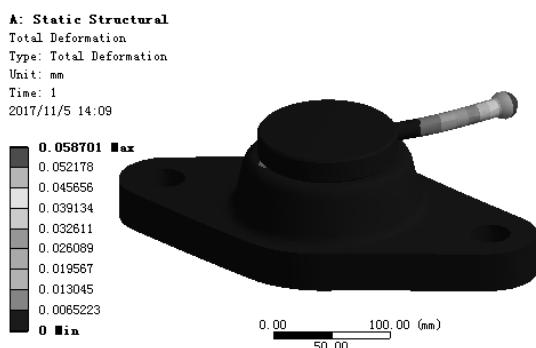

图 7.6.46 位移变形结果图解
(3) 查看位移结果图解。在“Outline”窗口中选中 Total Deformation，查看图 7.6.46 所示的位移变形结果，其最大位移为 0.058701mm。